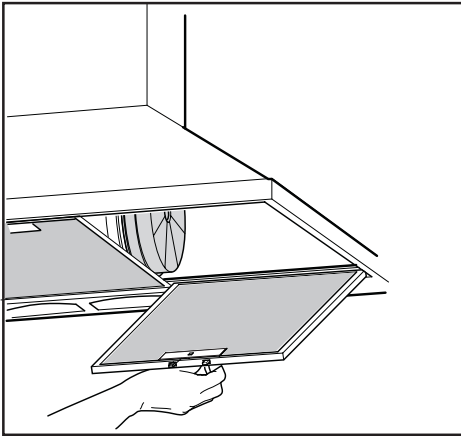

Fig.6
• La distanza minima fra la superficie di supporto dei recipienti di cottura sul dispositivo di cottura e la parte più bassa della cappa da cucina deve essere di almeno 65 cm (Fig.10). Se dovesse essere usato un tubo di connessione composto di due o più parti, la parte superiore deve essere all'esterno di quella inferiore. Non collegare lo scarico della cappa ad un condotto in cui circoli aria calda o utilizzato per evacuare fumi degli apparecchi alimentati da un'energia diversa da quella elettrica. Prima di procedere alle operazioni di montaggio, per una più facile manovrabilità dell'apparecchio disinserire il filtro/i antigrasso (Fig.6).
Per la sostituzione della lampada ad incandescenza, togliere i filtri antigrasso come descritto in (Fig.6) e rimuovere la lampada.